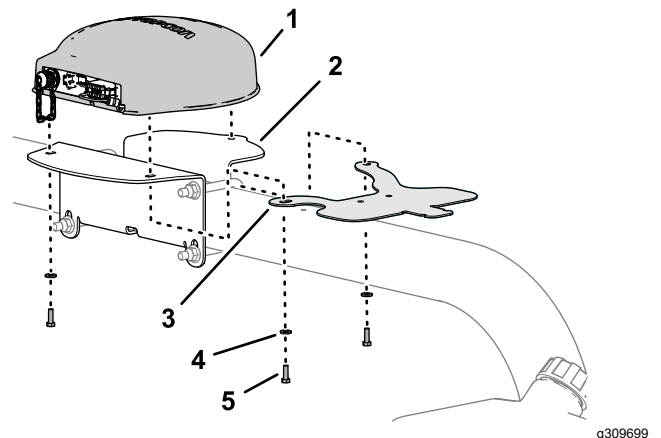

Figure 125
1. Insérez les 3 trous filetés dans la base du récepteur de navigation et les 3 trous dans le support du récepteur (Figure 125).
2. Alignez le trou et la fente dans le support d'antenne de modem et les trous dans le support du récepteur (Figure 125).
- Fixez le récepteur de navigation et le support d'antenne sur le support du récepteur (Figure 125) à l'aide des 3 boulons à tête hexagonale (5 x 16 mm) et des 3 rondelles (5 mm).